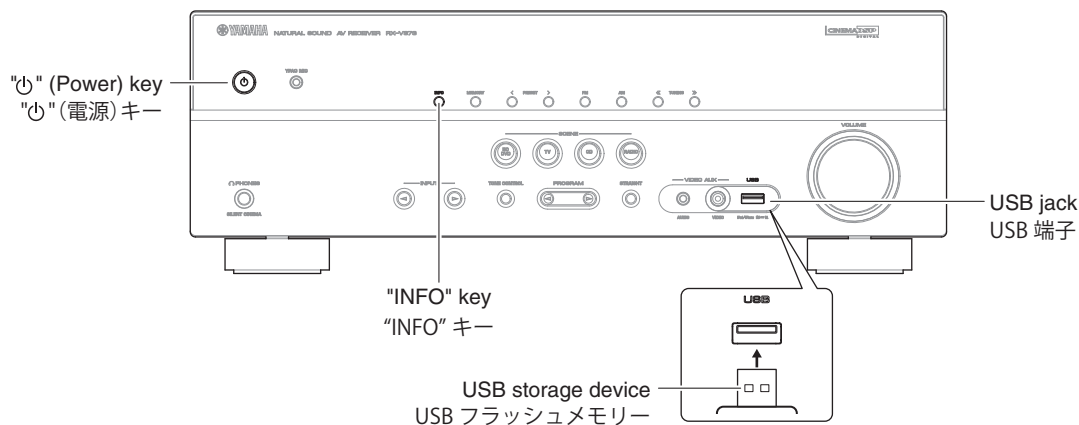

Fig. 1
(Fig. 1)
2. While pressing the "INFO" key, connect the power cable to the AC outlet. (Fig. 1)
1. USB 端子に USB フラッシュメモリを差し込みます。(Fig. 1)
2. "INFO" キーを押しながら、電源コードを AC コンセントに接続します。(Fig. 1)
5. Press the "⏻" (Power) key to turn off the power. (Fig. 1)
6. Remove the USB storage device from the USB jack. (Fig. 1)
5. "⏻" (電源) キーを押して電源を切ります。(Fig. 1)
6. USB 端子から USB フラッシュメモリーを抜きます。(Fig. 1)